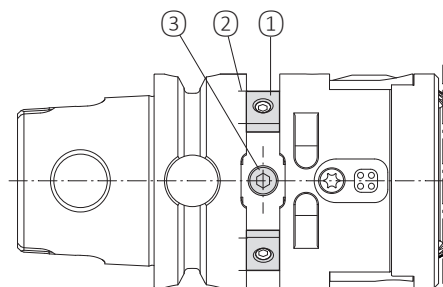

Рис. 8
#### 4.4 Балансировка (Рис. 8)
**Запрещается использовать инструмент без винтовых заглушек, ③ (Рис. 8) установленных в**